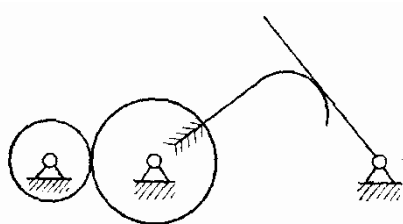

Рис. 1.18
64. В каком из четырех ответов правильно указано число пеп свободы изображенного на рис. 1.18 зубчато-рычажного механизма?